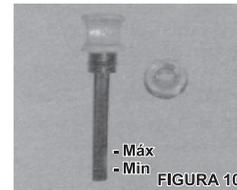

FIGURA 10
- Verifique o nível do óleo e complete-o se necessário, antes de ligar o compressor. O nível deve estar entre as marcações máxima e mínima da vareta ou no centro do visor de nível 17 (figura 10).
- Verifique o nível de óleo, que deve estar entre as marcações máxima e mínima da vareta ou no centro do visor de nível 17 (figura 10).